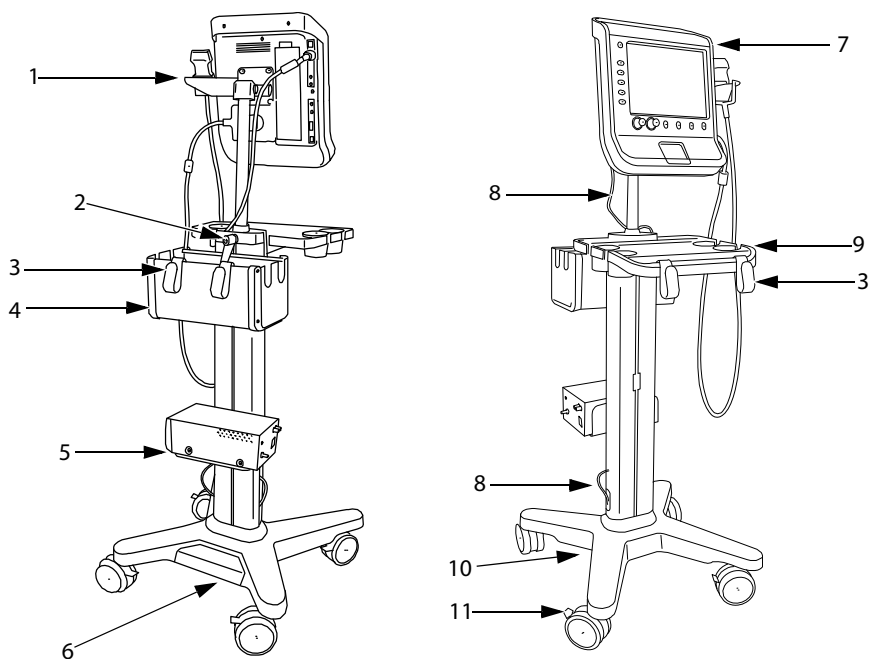

Figura 1 Supporto V-Universal Viste posteriore e anteriore (illustrate con sistema per ecografia S Series e stampante, cestello e vassoio opzionali)
- ❖ Collegare i cavi riportati di seguito. Consultare la Figura 1 a pagina 3.
- Cavo di alimentazione CC (A)
- Cavo di alimentazione CA del sistema (K)